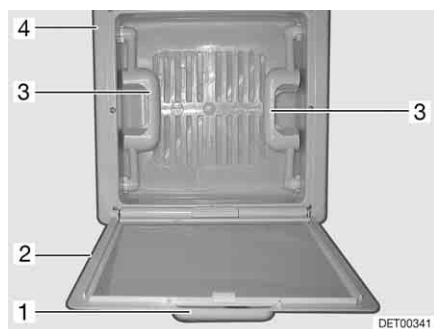

Bild 16 Dachhaube mit Schnappverschluss
- Den Insektenschutz (Bild 16,2) am Griff (Bild 16,1) nach unten ziehen. Der Insektenschutz klappt nach unten.
- Die Dachhaube an beiden Griffen (Bild 16,3) nach oben drücken.
- Den Insektenschutz nach oben klappen und am Rahmen (Bild 16,4) einrasten.
- Die Dachhaube an beiden Griffen (Bild 16,3) kräftig nach unten ziehen.